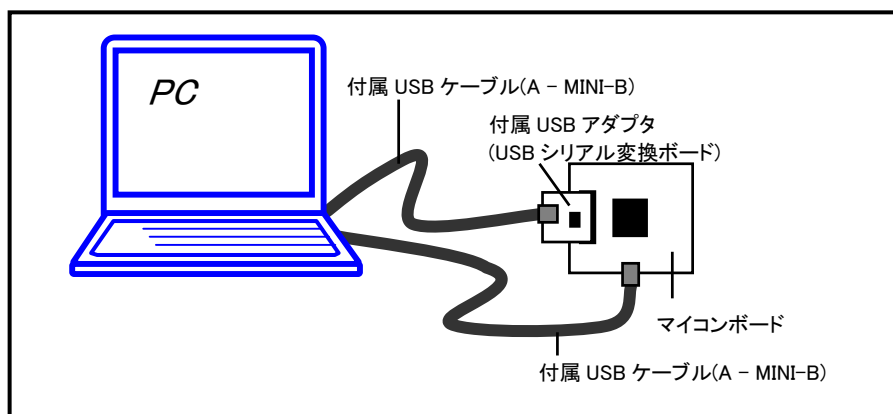

図 5-2 接続設定図
②付属の USB-ADAPTER と USB ケーブル(A - MINI-B)を接続してください。
③②で準備した USB ケーブル(A - MINI-B)を PC と接続してください。
④②で準備した USB-ADAPTER をマイコンボードのフラッシュインタフェース(20pin コネクタ)に接続してください。
⑤②で準備した USB ケーブル(A - MINI-B)とは別の USB ケーブル(A - MINI-B)をマイコンボードの J6,PC と接続してください。
⑥DC 電源(2P)より 5V 電源を投入してください。
※②～⑤の接続設定については「図 5-2 接続設定図」をご参照ください